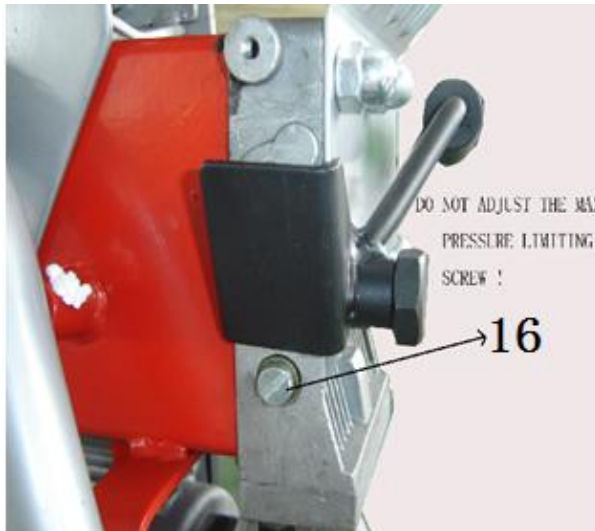

Fig. 7
VIS DE LIMITATION (16) DE LA FIG. 7!